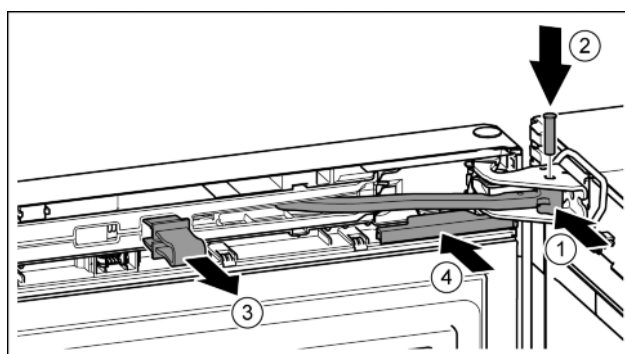

Fig. 22
- Otočte kloub ve stojanu ložiska. Fig. 22 (1)
- Vložte čep do stojanu ložiska a kloubu. Přitom dávejte pozor, aby byla zajišťovací vačka správně usazena v drážce. Fig. 22 (2)
- Pojistku vytáhněte. Fig. 22 (3)
- Kryt nasuňte. Fig. 22 (4)